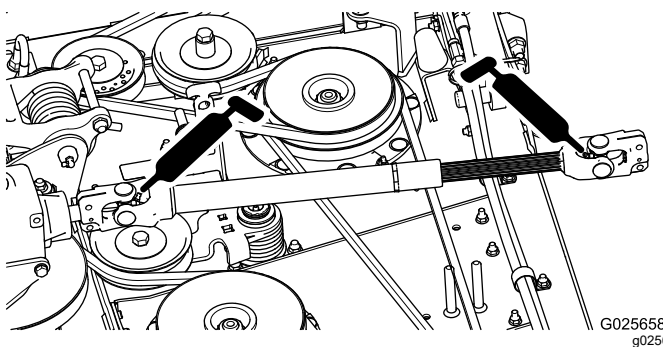

Figura 20
- Albero di trasmissione PDF (2) (Figura 20)